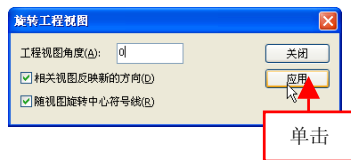

图 12-9 单击【应用】按钮
(3) 弹出【旋转工程视图】对话框，设置【工程视图角度】为 0，单击【应用】按钮，如图 12-9 所示。